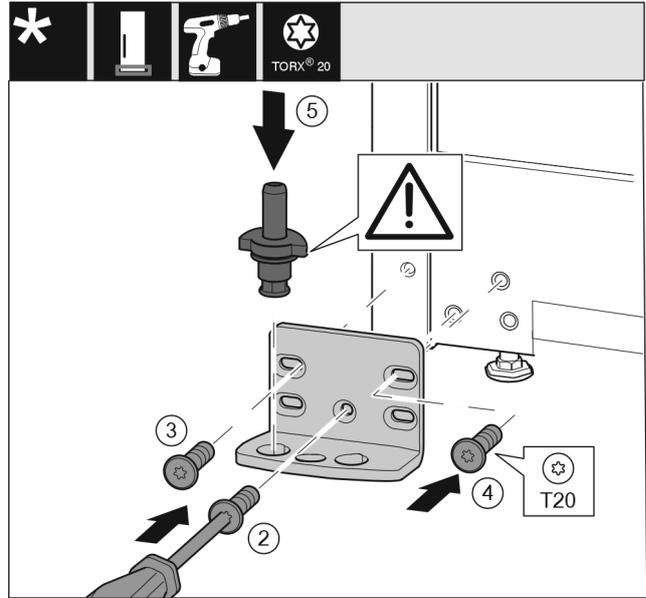

Fig. 20
- ▶ Lagerbock auf der anderen Seite ansetzen und mit Hilfe eines Schraubendrehers T20 anschrauben. Mit Schraube 2 unten in der Mitte beginnen. Fig. 20 (2)
- ▶ Schraube 3 und 4 festschrauben. Fig. 20 (3,4)
- ▶ Lagerbolzen komplett einsetzen. Dabei darauf achten, dass der Rastnocken nach hinten zeigt. Fig. 20 (5)